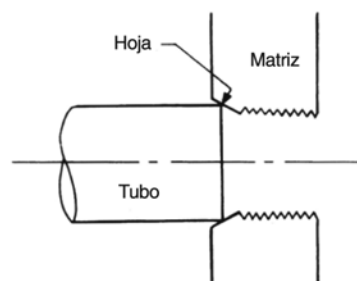

Fig. 25
■ Precauciones durante el roscado (Fig. 25)